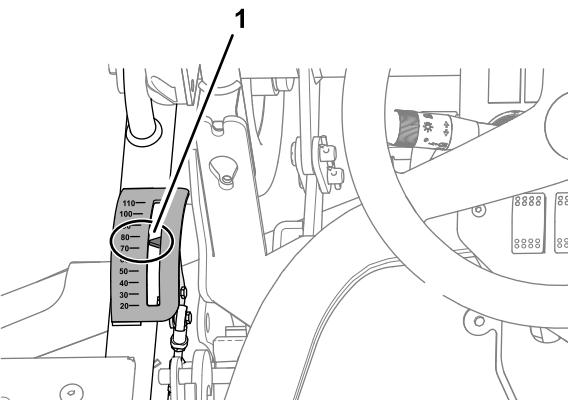

Bild 130
2. Setzen Sie sich auf den Sitz und schauen Sie auf den Zeiger der Schnitthöhenanzeige (Bild 130).